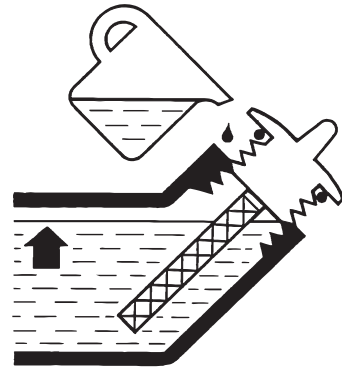

Abbildung 4: Richtiger Motorölstand
4. Nicht überfüllen, wenn der Ölstand zu hoch ist, läuft Öl durch die Einfüllschraube ab. Siehe richtigen Ölstand in Abbildung 4.
- Der Motor ist mit Motoröl gefüllt (siehe Abbildung 4: Motoröl korrekter Füllstand auf Seite 12).